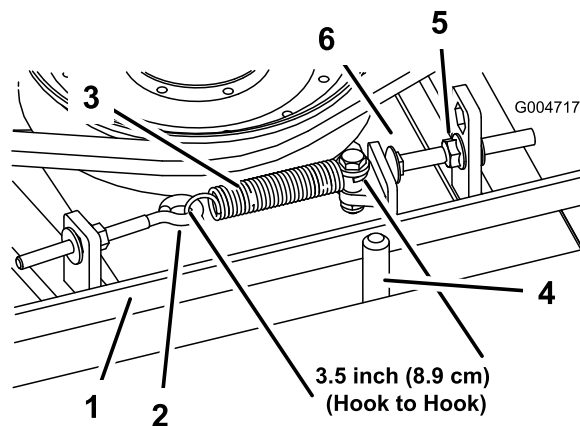

Figura 70
Cuando está correctamente tensado, la longitud del muelle de extensión (entre ganchos) debe ser de 8,9 cm $\pm$ 6 mm aproximadamente (medida interior). Una vez que haya obtenido la tensión correcta del muelle, ajuste el perno de tope (perno de cuello cuadrado) hasta que quede aproximadamente 3 +1,5/0,0 mm de holgura entre la cabeza del perno y el brazo tensor (Figura 70).
Nota: Asegúrese de que la correa está colocada en el lado del muelle de la guía de la correa (Figura 70).
2. Afloje el perno de ojal para poder retirar el muelle de extensión (Figura 70).
3. Afloje la tuerca con arandela prensada que fija el perno de tope a la pletina de montaje. Desenrosque la tuerca lo suficiente para permitir que el brazo tensor pase por el perno de tope (Figura 70). Aleje la polea tensora de la correa para aliviar la tensión de la correa.
8. Vuelva a conectar el muelle de extensión (Figura 70) al perno de ojal y tense la correa de la siguiente manera: